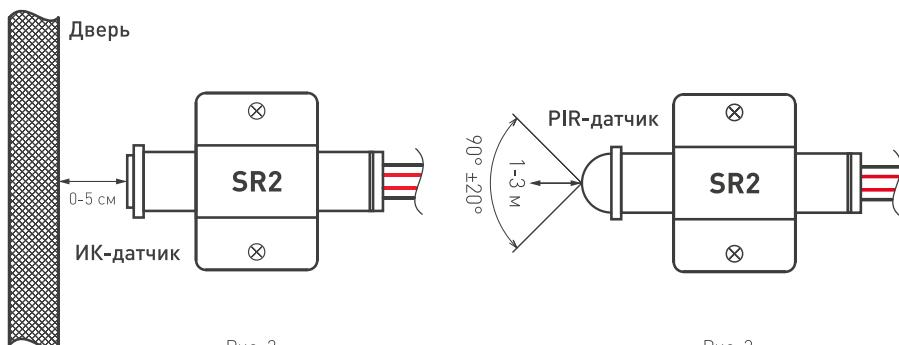

Рис. 2.
- ↗ Датчик SR2-Door Round должен быть смонтирован таким образом, чтобы дверь в закрытом положении находилась на расстоянии 0-5 см от лицевой стороны датчика (рис. 2). Свет будет включаться при открывании двери и выключаться при её закрывании. Для лучшего отражения ИК-сигнала от черных поверхностей наклейте на дверь небольшой отражающий элемент.